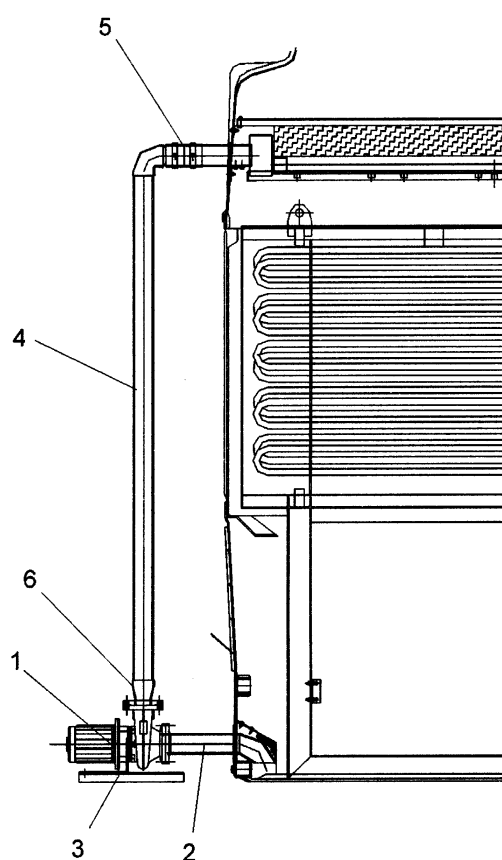

Fig. 9
For the installation of the impulse pump the following elements must be available (fig. 9):
Pour l'installation de la pompe d'impulsion on doit disposer les éléments suivants (fig. 9):
1. Connect the pump and motor set (fig. 9/1) to the suction pipe (fig. 9/2) with its flange and support the assembly on the bedplate (fig. 9/3).
2. Insert the impulse pipe (fig. 9/4) in the flexible sleeve (fig. 9/5).
4. Connect the impulse pipe with reduction to the flange in preassembly (fig. 9/6).
1. Fixer la motopompe (fig. 9/1) au tuyau d'aspiration (fig. 9/2) avec sa bride et appuyer sur le bâti (fig. 9/3).
2. Insérer le tuyau d'impulsion (fig. 9/4) dans le manchon flexible (fig. 9/5).
4. Unir le tuyau d'impulsion avec sa réduction avec la bride en prémontage (fig. 9/6).
Para la instalación de la bomba de impulsión se deben disponer los siguientes elementos (fig. 9):
1. Fijar la motobomba (fig. 9/1) al tubo de aspiración (fig. 9/2) con su brida y apoyar sobre la bancada (fig. 9/3).
2. Insertar el tubo de impulsión (fig. 9/4) en el manguito flexible (fig. 9/5).
4. Unir el tubo de impulsión con reducción a la brida en premontaje (fig. 9/6).